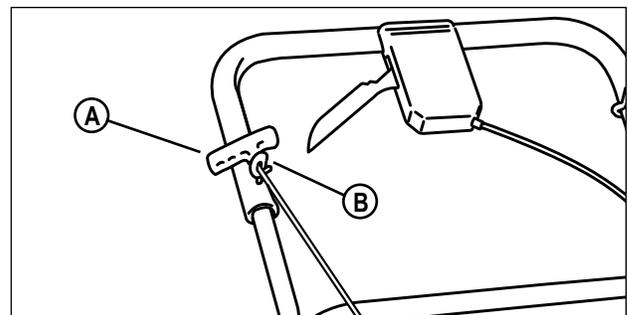

Figure 3 : Fixation de la poignée du cordon de démarrage
7. Pressez le levier d'arrêt du moteur contre le manche (Référez-vous à la section intitulée "Levier d'arrêt du moteur"). Tirez doucement la poignée du cordon de démarrage (**A, Figure 3**) jusqu'au guide de cordon (**B**), tournez le cordon dans son guide placé sur le côté droit du manche.